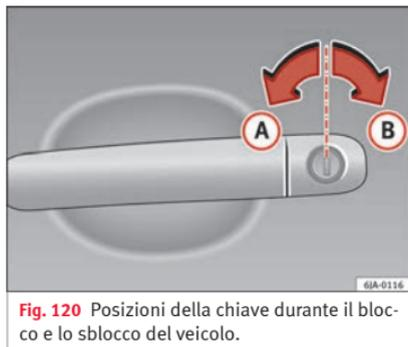

Fig. 120 Posizioni della chiave durante il blocco e lo sblocco del veicolo.
- Girare la chiave inserita nella serratura del lato conducente nel senso di marcia, fino a raggiungere la posizione di apertura **A** » **fig. 120**.
- Girare la chiave inserita nella serratura del lato conducente nel senso di marcia, fino a raggiungere la posizione di chiusura **B** » **fig. 120**.